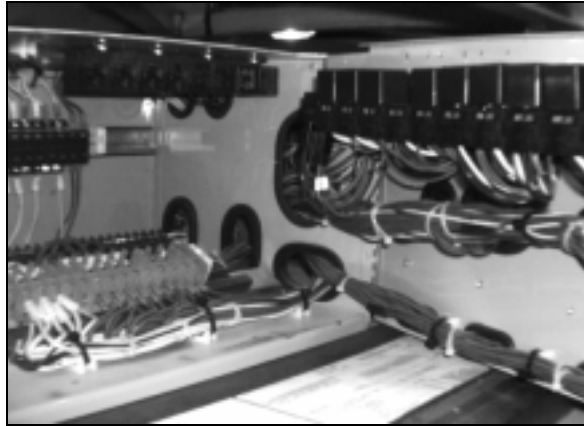

FIGURE 2: INTÉRIEUR DE LA BOÎTE DE JONCTION 06182
2. localiser la boîte de jonction et ouvrir sa porte (Fig. 2).